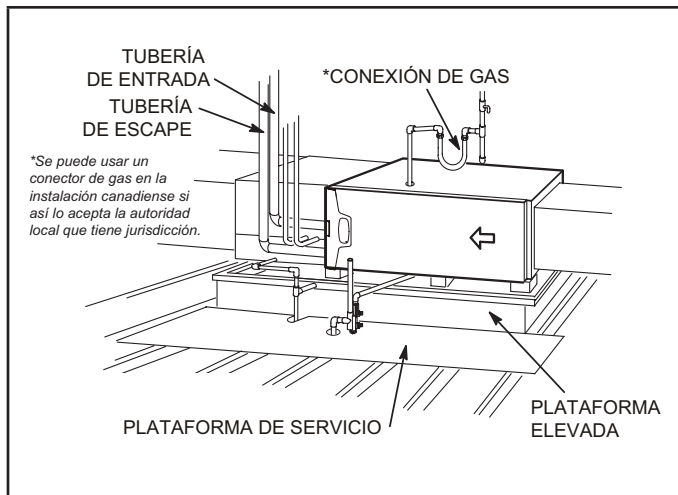

Figura 19
Este calefactor puede instalarse ya sea en un ático o en un espacio entre plantas. Ya sea cuelgue el calefactor de los travesaños del techo o de las vigas del piso, tal como se muestra en la Figura 18, o instale el calefactor sobre una plataforma, tal como se muestra en la Figura 19. Se puede ordenar un kit de suspensión horizontal (51W10) de Lennox o usar un equivalente.
- 2 - Construya un marco de madera elevado y cúbralo con una lámina de madera terciada. Si la unidad se instala arriba del espacio acabado, instale un colector de drenaje auxiliar debajo de la unidad. Coloque la unidad en el colector de drenaje como se muestra en la Figura 19. Deje 8 pulgadas de espaciamiento de servicio debajo de la unidad para la trampa de condensado.